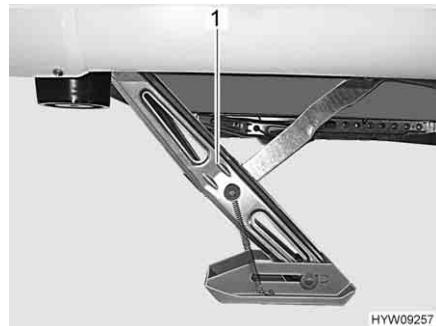
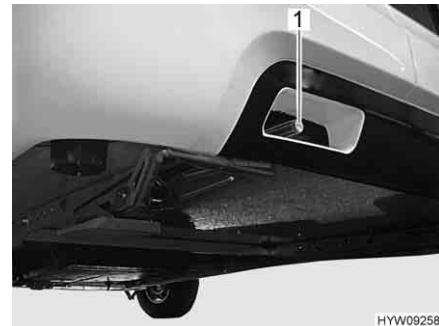

Fig. 22 Piedini di stazionamento a manovella (abbassato)
Fig. 23 Esagonale (manovella)
- Inserire la manovella in dotazione di serie nell'esagonale (Fig. 23,1) del piedino di stazionamento a manovella (Fig. 22,1).
Il piedino di stazionamento a manovella (Fig. 22,1) viene ruotato verso il basso.